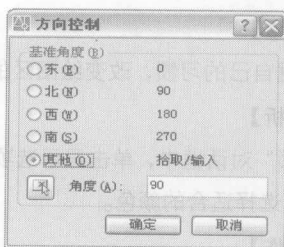

图 1.3.2
Step4: 单击对话框中的“方向”按钮, 打开“方向控制”的对话框, 如图 1.3.2 所示, 在该对话框对基准的角度、角度方向进行设置。